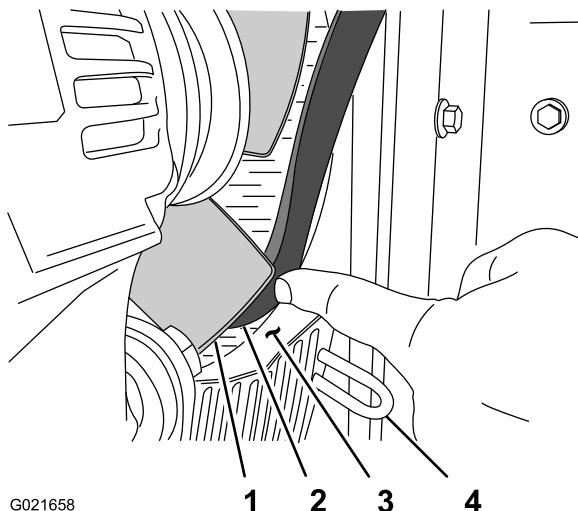

Рисунок 89
8. В положении «4 часа» кожуха вентилятора выровняйте ремень через проем между концом лопасти вентилятора и отверстием в кожухе (Рисунок 89).
- Выровняйте ремень в проеме между концом лопасти вентилятора и отверстием в кожухе (Рисунок 89).